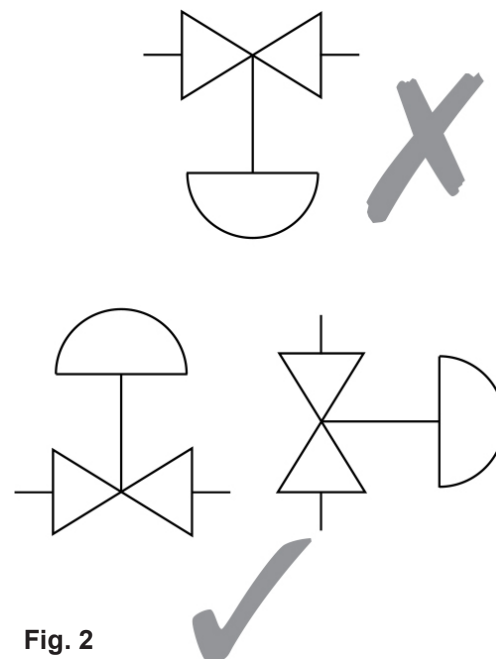

Fig. 2
**3.3** Déterminer la bonne installation et le sens d'écoulement du fluide. La vanne doit être de préférence installée sur une tuyauterie horizontale avec le servomoteur placé au-dessus de la ligne (voir Fig. 2). Lorsque vous montez un servomoteur sur le corps de la vanne, cela doit être effectué conformément à la notice d'installation et d'entretien.